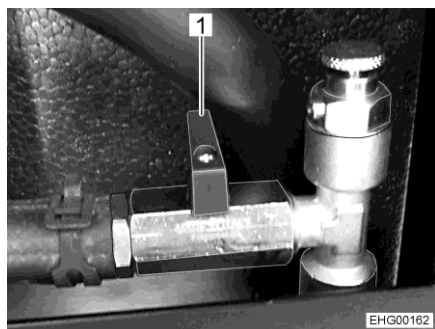

Fig. 186 Robinet à bille (fermé)
- Placer le levier (Fig. 186,1) transversalement à la conduite.